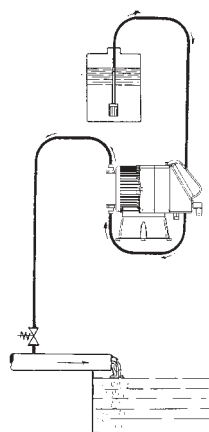
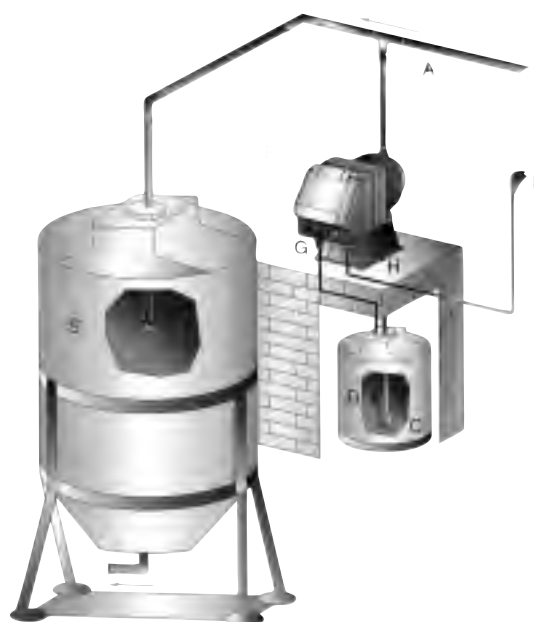

Fig. 6
Fig. 12
- c. Ubicare la pompa come in figura 5 tenendo presente che essa può essere fissata sia sotto che sopra il livello del liquido da dosare entro il limite massimo di 2 metri. Il punto di iniezione deve essere collocato sempre più in alto del liquido da iniettare. Non installare la pompa direttamente sul serbatoio in quanto alcuni additivi sviluppano vapori che possono danneggiare l'apparecchiatura. Per una corretta installazione vedi fig. 12. Se l'impianto da trattare lavora alla pressione atmosferica (additivazione a scarico libero) ed il serbatoio dell'additivo deve essere assolutamente posizionato più in alto del punto di iniezione (Fig. 6), controllare periodicamente la funzionalità della valvola di iniezione, in quanto la sua eccessiva usura potrebbe portare all'immissione dell'additivo nell'impianto per caduta (anche ad apparecchiatura ferma). Se il problema dovesse permanere, inserire una valvola di contropressione C opportunamente tarata tra la pompa dosatrice ed il punto di iniezione (Fig. 6). Per liquidi che emanano esalazioni aggressive, non installare la pompa sopra al serbatoio a meno che tale serbatoio risulti chiuso ermeticamente.
(fig.12)